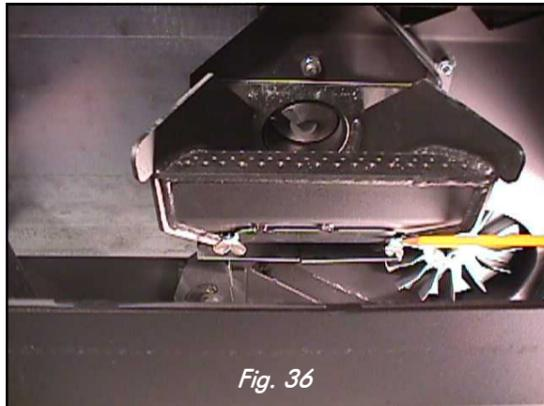

Fig. 36
2. Desserrer les 2 vis papillons sur la face inférieure du brûleur. (Fig. 36)